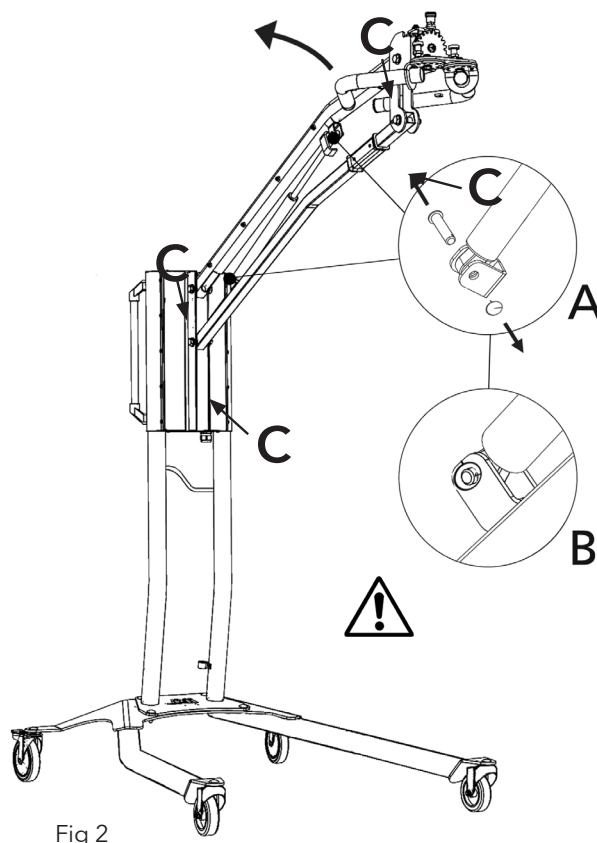

Fig 2
2. Sistemare il braccio parallelo nella posizione più dritta possibile. (fig 2)
4. Rimuovere gli anelli di bloccaggio e i due perni. Spostare la molla a gas leggermente in su/avanti e quindi rimuoverla. (fig 2)